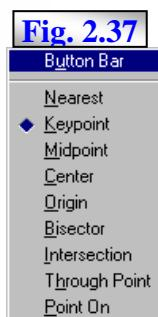

Fig. 2.37
- lista de opțiuni **SNAP** a meniului flotant care apare la poziția cursorului mouse, prin apăsarea ambelor butoane mouse simultan cu menținerea tastei Shift apăsată, fig. 2.37; selecția modului **SNAP** din listă sau acțiunea RST provoacă închiderea acestui meniu;
- prin selecția opțiunii **Button Bar** din meniul flotant activat la poziția cursorului mouse, prin apăsarea ambelor butoane mouse simultan cu menținerea tastei Shift apăsată, fig. 2.37.
- semnul ” \blacklozenge ” în meniu flotant, care apare la poziția cursorului mouse, prin apăsarea ambelor butoane mouse simultan cu menținerea tastei Shift apăsată, fig. 2.37;